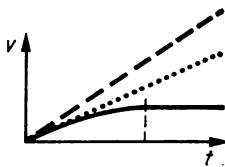

Bild 120
4. Bild 120; ohne Reibung: $v = at$ (gestrichelte Kurve); bei konstanter Reibungskraft: $v = a't$ (punktierter Kurve); Reibungskraft wächst mit Geschwindigkeit, folglich wird Beschleunigung kleiner (gekrümmter Kurventeil); Antriebskraft = Reibungskraft, folglich $a = 0$ (Kurventeil parallel zur Zeitachse)